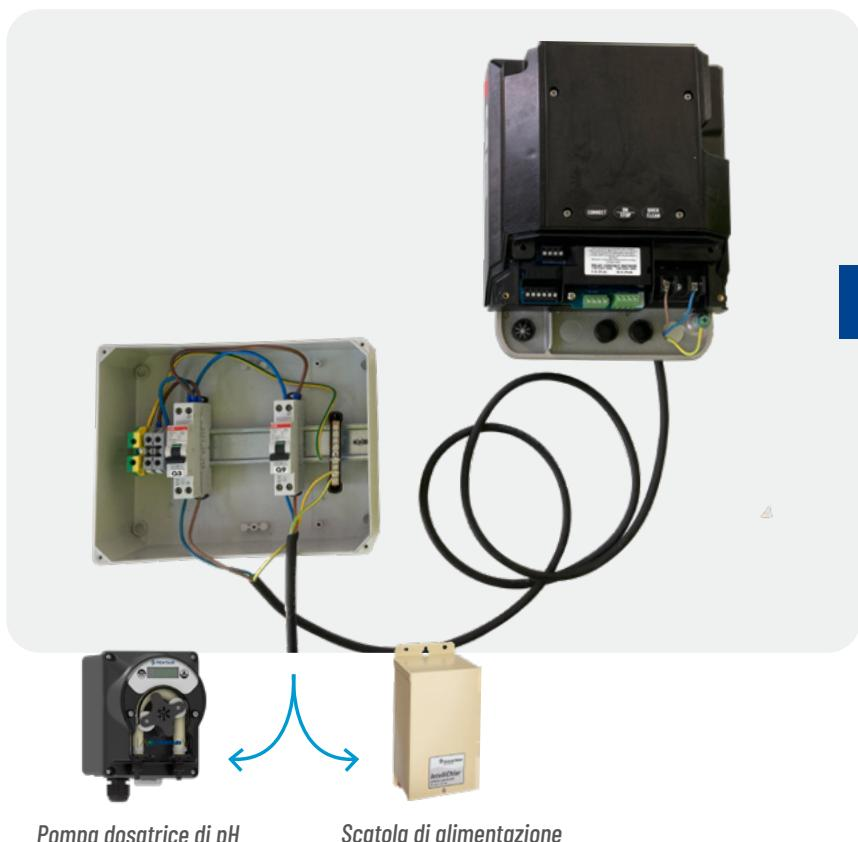

Figura 5
5. Collegare il cavo di alimentazione della pompa direttamente al interruttore magnetotermico. Vedere la Figura 5.